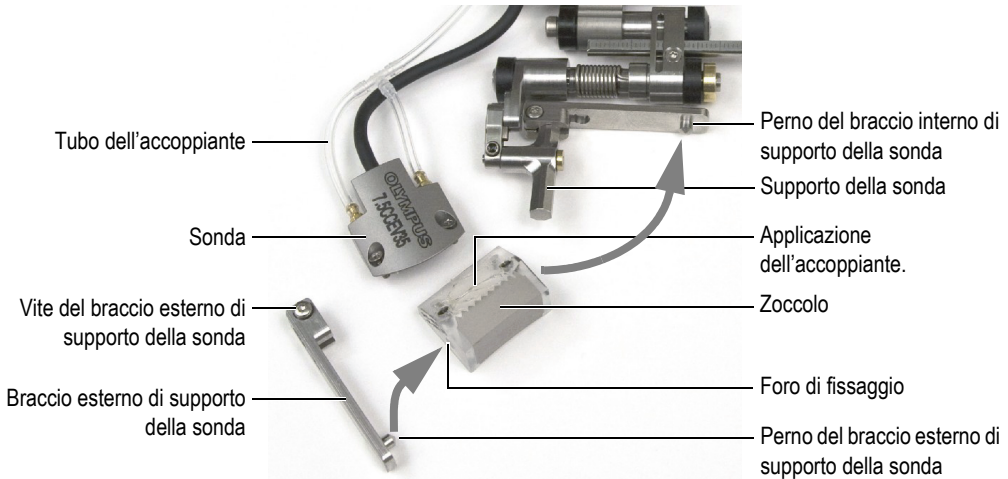

Figura 2-4 Installazione della sonda e dello zoccolo sullo scanner
5. Inserire il perno del braccio interno di supporto della sonda nel foro di fissaggio nello zoccolo (vedere Figura 2-4 a pagina 36).